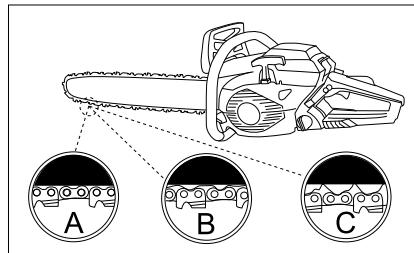

Fig. 10
Fig. 10 demonstrează tensiunea corectă a lantului rece (A), lantului cald (B) și lantului, tensiunea caruia trebuie reglata (C).